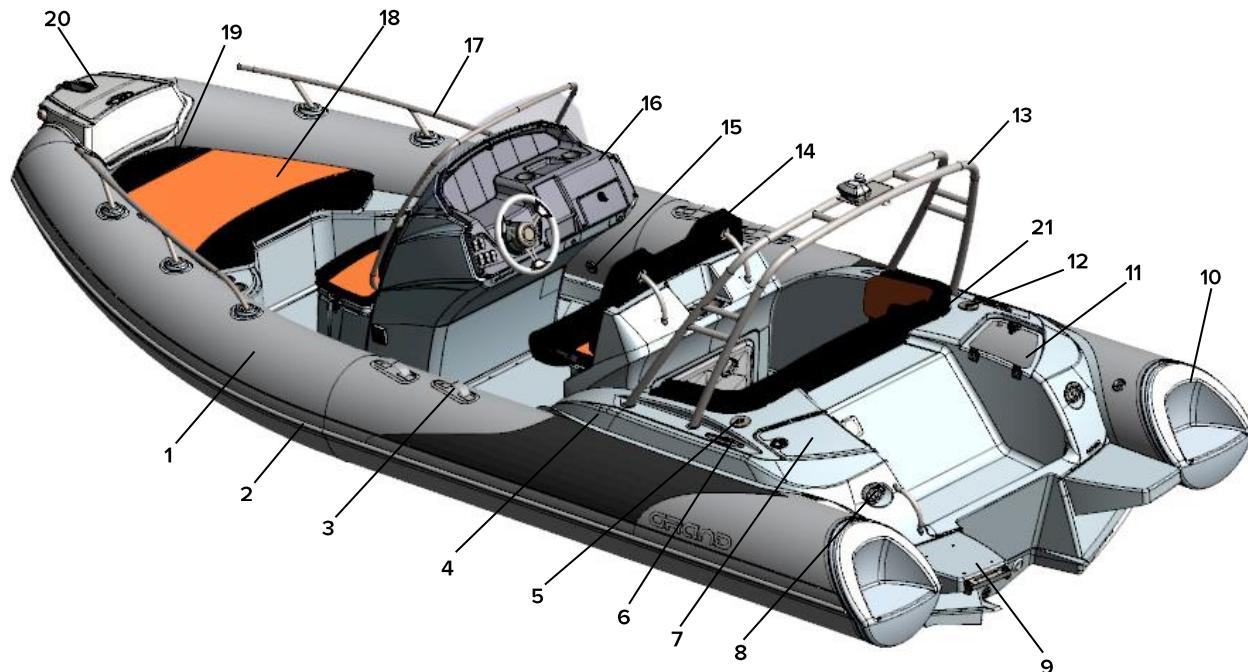

Рис. 50. Загальна конструкція човна.
**Загальна конструкція човна (див. рис. 50 на попередній сторінці):**